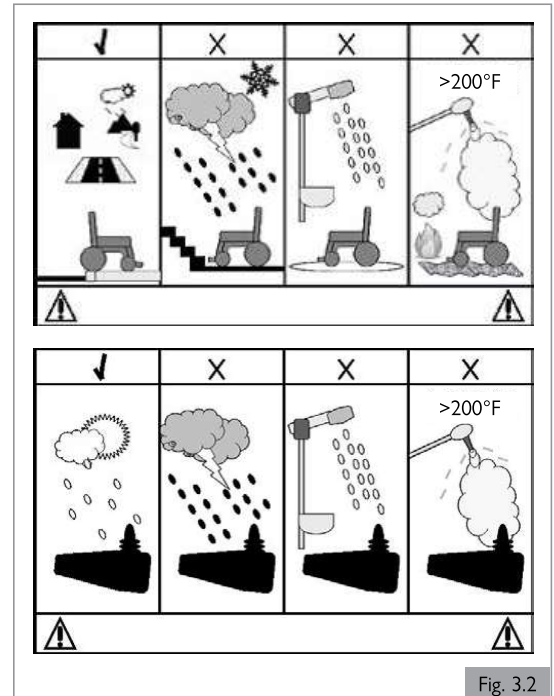

Fig. 3.2
3.2 Área de aplicación: El entorno del usuario (Fig. 3.2)